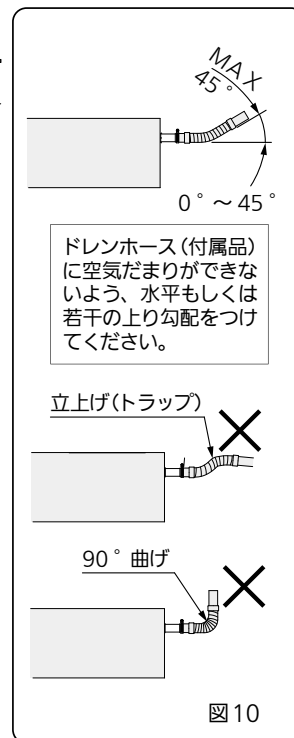

図 10
- 付属のドレンホースは 90° 曲げで使用しないでください。(最大 45°) (図 10)